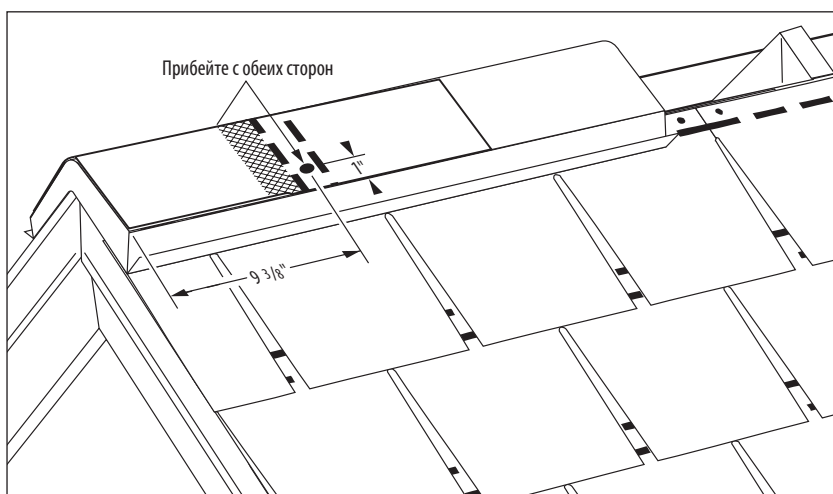

Рис. 14-18. Монтаж покрывающего гонта. Первый ряд.
Затем уложите целый кусок размером 455 мм х 305 мм на начальный кусок, согнув его по центральной линии и придав форму, необходимую для укладки на ребро или конёк, вровень с нижней и боковыми кромками начального гонта. Закрепите двумя (2) гвоздями, как показано в разделе «Крепёж» (см. Рис. 14-18).